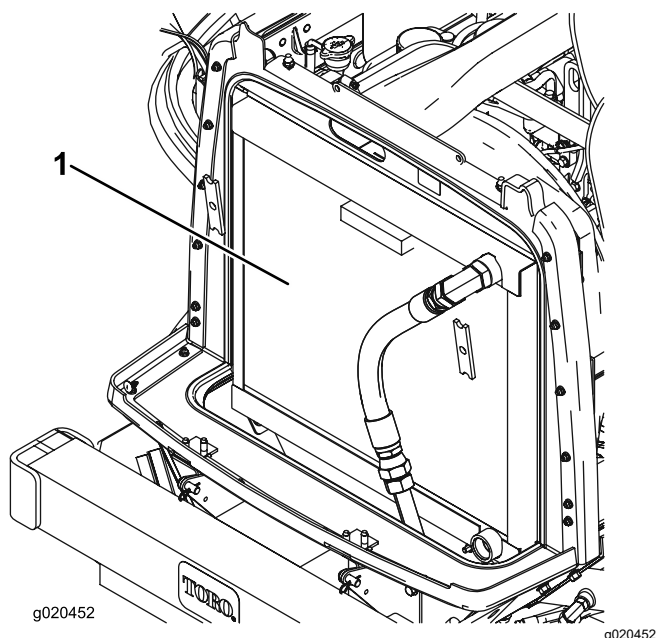

Bild 110
3. Reinigen Sie beide Seiten des Kühlers bzw. Ölkühlers gründlich mit Druckluft (Bild 110).